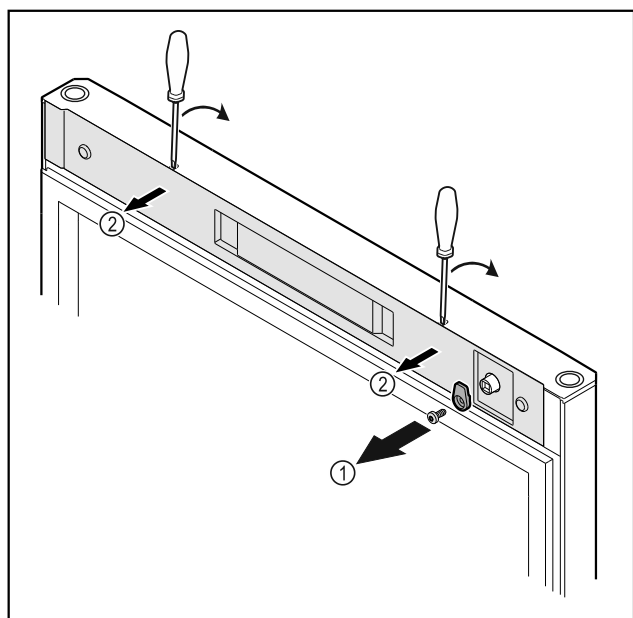

Fig. 53
- ▶ Odšroubujte petlici Fig. 53 (1).
- ▶ Uvolněte kryt Fig. 53 (2) malým šroubovákem a sejměte jej.